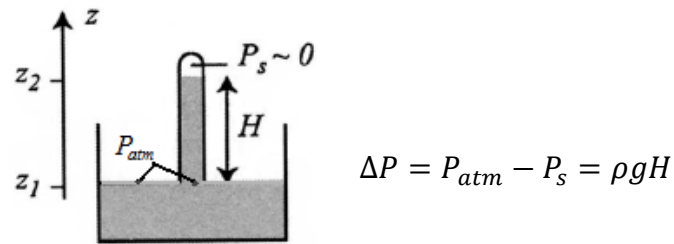

Figure 1.9 : Principe du baromètre à mercure
- Pression atmosphérique ( $P_{atm}$ ): pression du milieu ambiant mesurée à l'aide d'un baromètre (Fig1.9)